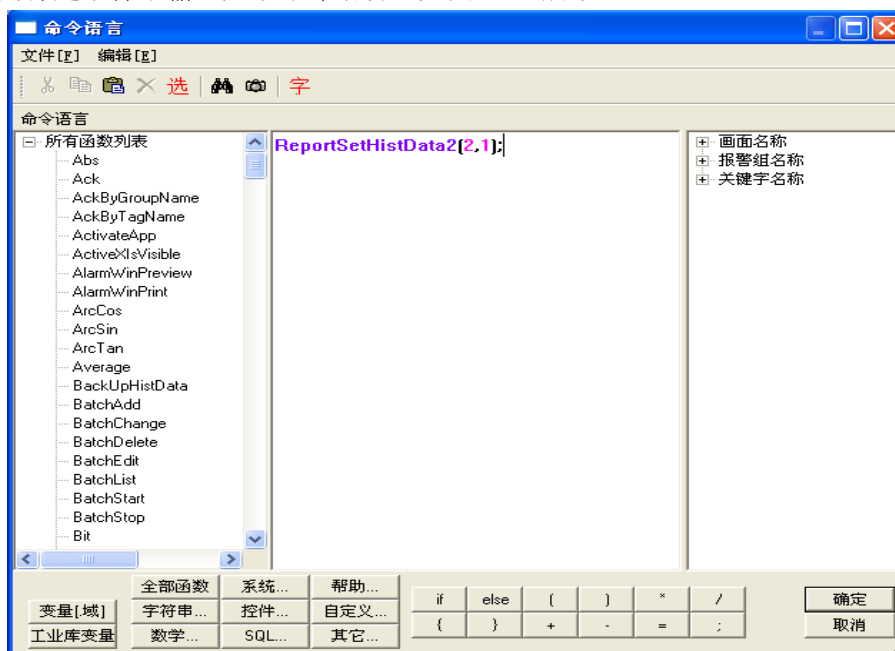

图 8-18
- 2、在按钮的弹起事件中输入如下命令语言，如图 8-18 所示。